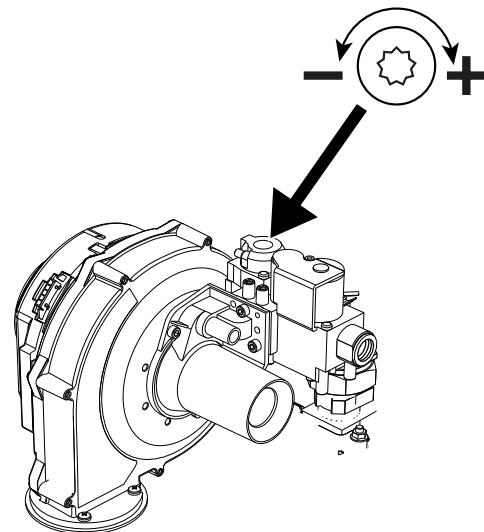

рис. 80- Винт регулировки минимального расхода OFFSET
- Если значения не соответствуют вышеуказанным, отрегулируйте CO2 с помощью регулировочного винта OFFSET (см. рис. 80), приведя их к указанным величинам.